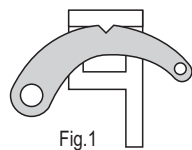

Fig.1
1. - Neem alle veiligheidsinstructies in acht. Plaats de voet van de krik onder de last. Zet de keerhaak (20) in de hoge stand (« UP ») en controleer of op zijn plaats geblokkeerd is, met de uitsnijding van de haak in de gleuf op de keerknop (18) – zie figuur: 1. Laat de neus stijgen tot deze in contact komt met de last ter hoogte van het gewenste hijspunt. Controleer in dit stadium of het hijsen door niets gehinderd wordt.
2. Trek op stevige en gelijkmatige wijze de handgreep naar beneden en controleer het stijgen van de last. Wanneer de handgreep in de lage stand terecht komt, wordt de hijspen (15) met een « klik » in een gat in de stalen balk (3) geplaatst. Laat in dit stadium de handgreep los om de pen (15) de last te laten vastnemen. Breng de handgreep naar de bovenste slag om een nieuw steunpunt te noemen en opnieuw te pompen.